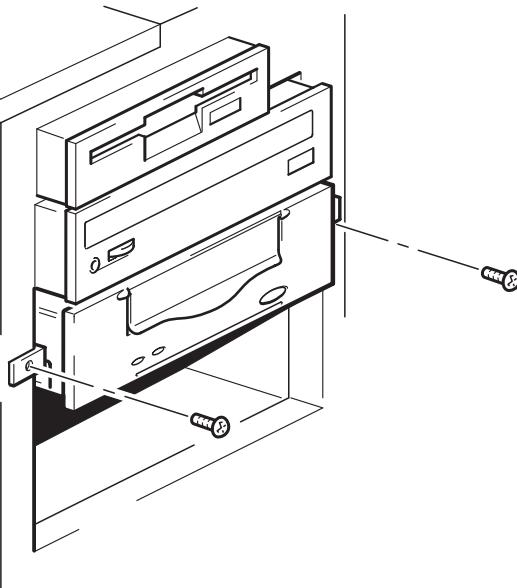

图 9a: 将磁带机固定在装配件上
- 1 固定磁带机。请使用在 第 15 页的“第 3 步：准备装配托架”中取下的螺丝来固定磁带机，如图 9a 所示。